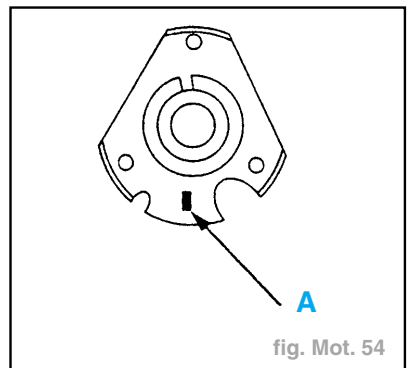

fig. Mot. 54
- Contrôler la conformité des moyeux (fig. Mot. 54).